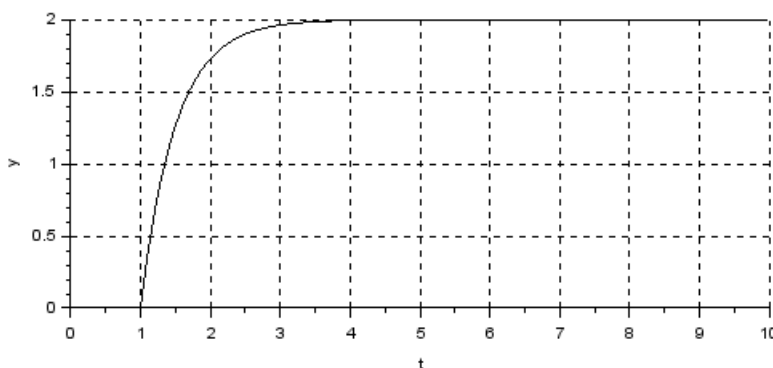

Рисунок 2.3 – Графік перехідного процесу
2.10 Проаналізувати результат моделювання. Skorистуватись кнопками графічного вікна, щоб графік повністю відображався в розмірах вікна (рисунок 2.3).